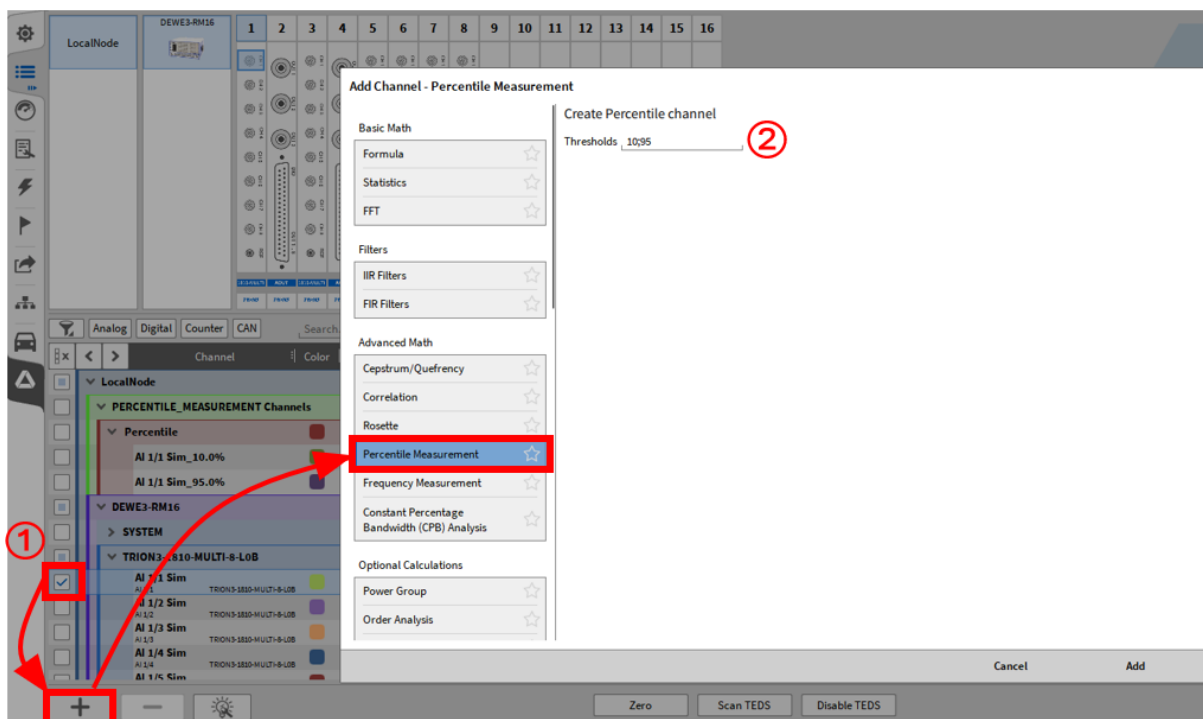
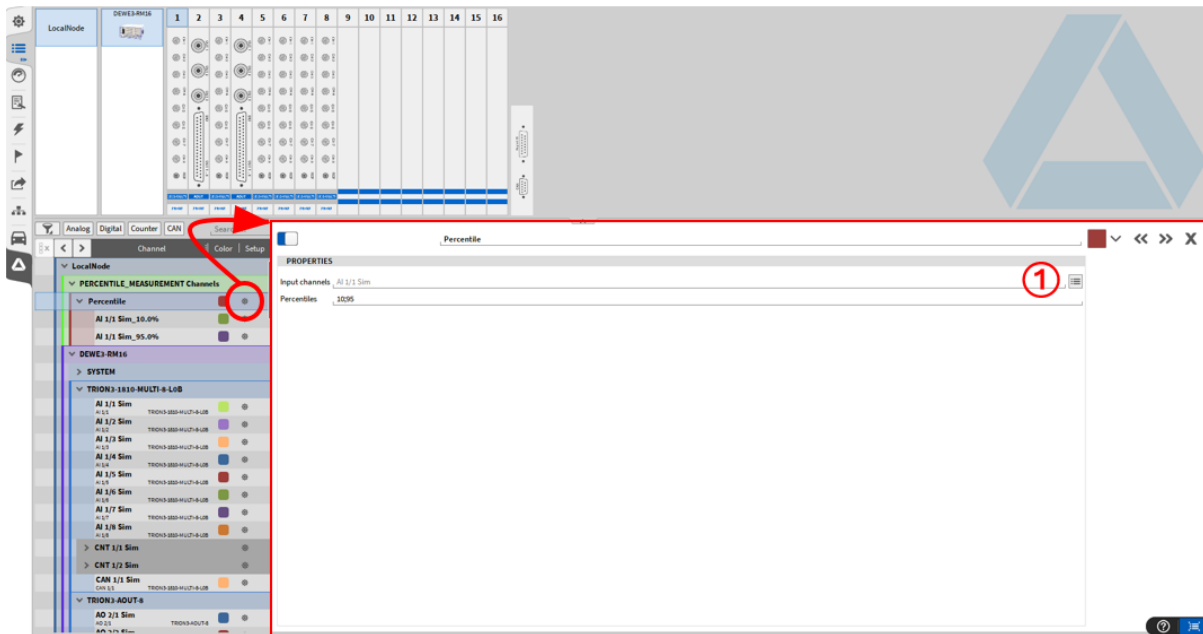

Abb. 7.118: Hinzufügen einer Perzentilen Messung
Abb. 7.119: Nachträgliche Änderungen der Perzentilen Messung
Um einen oder mehrere Kanäle für eine Perzentile Messung zu erstellen, klicken Sie auf den + Button im unteren linken Eck der Kanalliste. Ein Pop-up Fenster erscheint, wobei die Perzentile Messung in der Liste ausgewählt werden muss (siehe Abb. 7.118). Es müssen ein oder auch mehrere Kanäle in der Kanalliste ausgewählt werden bevor auf den + Button geklickt wird (siehe ① in Abb. 7.118). Es ist auch möglich im Nachhinein Kanäle für die Messung hinzuzufügen (Siehe ① in Abb. 7.119). Sie können 1 oder mehrere Schwellwerte in % angeben. Bei der Auswahl mehrerer Schwellwerte müssen die einzelnen Werte durch „;“ getrennt werden (Siehe ② in Abb. 7.118).
Nach dem Klicken des Hinzufügen Buttons erscheint ein neuer Abschnitt in der Kanalliste namens PERCENTILE MEASUREMENT Channels. Um die Einstellungen im Nachhinein zu verändern bzw. Kanäle oder Schwellwerte hinzuzufügen, muss auf das kleine Zahnrad geklickt werden (siehe Abb. 7.119).